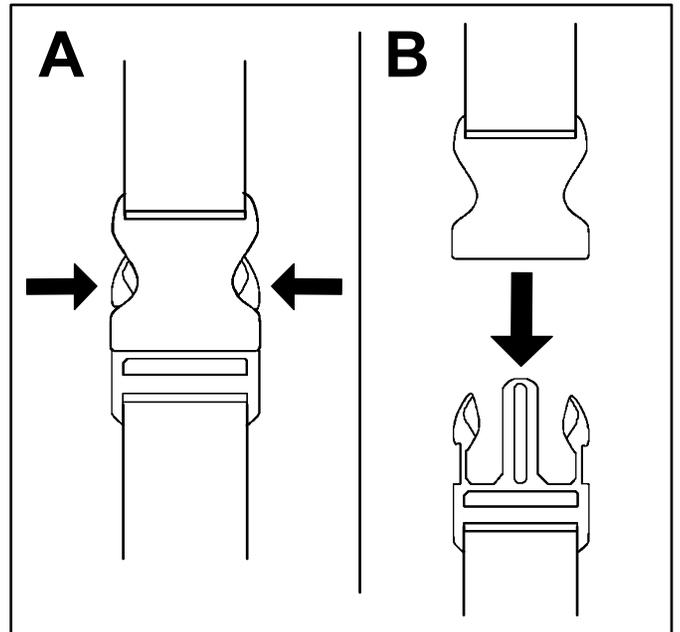

Figure 13
1. Appuyez de chaque côté des boucles (A de **Figure 13**).
2. Les boucles vont se détacher toutes seules (B de **Figure 13**).